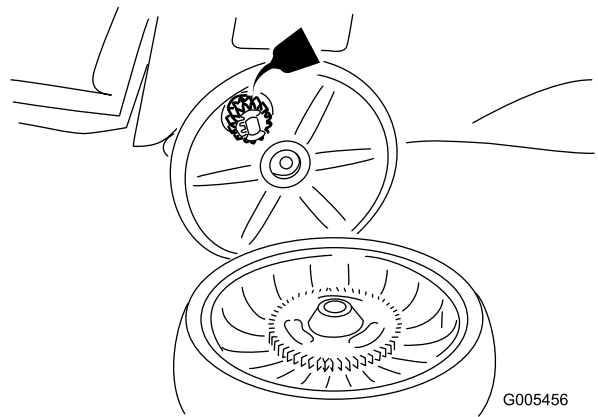

Figuur 23
1. Open het deksel van de accubehuizing (Figuur 23).